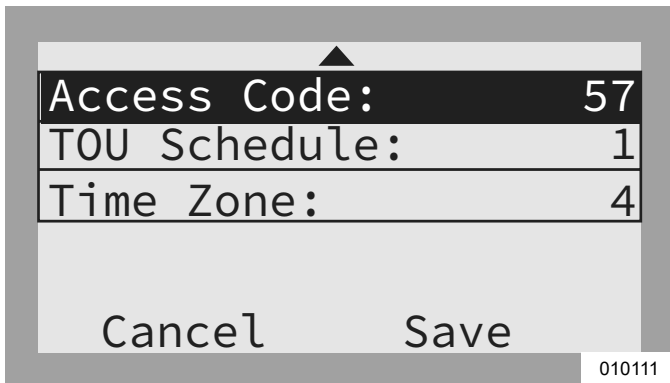

Figure 6-13. Configurer un horaire TOU (3 de 4)
- Voir Figure 6-13. Utiliser les touches fléchées haut et bas pour mettre Access Code (Code d'accès) en surbrillance et appuyer sur la touche centrale pour le sélectionner.